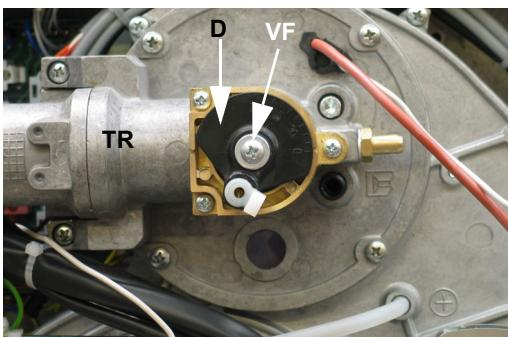
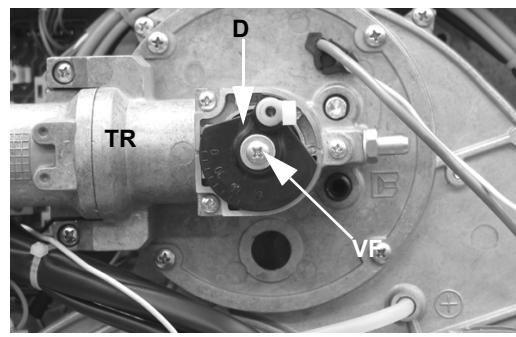

Fig. 13: Posición estándar
Fig. 14: Nueva posición
- 8 (Fig. 14) Apartar la brida junto la cabeza de combustión
- 9 (Fig. 14) Girar el disco **D** que fija la válvula mariposa, procediendo como sigue Fig. 13.
- 10 Aflojar el tornillo **VF** Fig. 14
- 11 Rotar  $180^\circ$  el disco **D** fijando el tornillo **VF** Fig. 14.